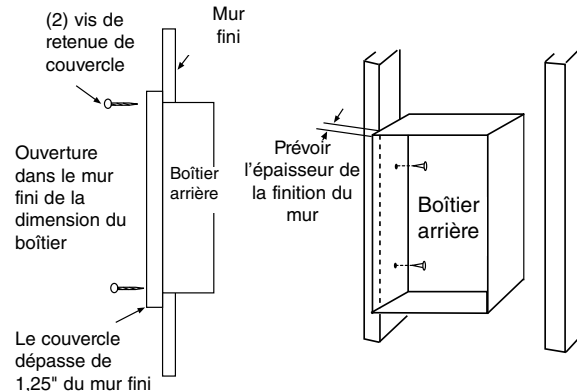

Figure 2
1. Déterminez quel côté du boîtier arrière sera monté contre un poteau mural ou une solive de plafond (Voyez la Figure 2). Prévoyez l'épaisseur de la surface finie au moment de l'installation du boîtier arrière. Le rebord du boîtier arrière doit arriver juste au niveau de la surface finie finale. Des repérages sur les côtés du boîtier arrière pour des finitions de mur d'épaisseur 1/2" ou 5/8" (12,7 ou 15,9 mm) sont fournis.
3. Positionnez le boîtier arrière sur le poteau ou la solive à l'endroit voulu et fixez-le à l'aide de deux clous ou vis comme indiqué sur la Figure 2.
REMARQUE B : Des avant-trous pour vis de tôle de #8 ont été fournis sur les côtés du boîtier arrière (Voyez la Figure 2).
1. Déterminez quel côté du boîtier arrière sera monté contre un poteau mural ou une solive de plafond (Voyez la Figure 2).